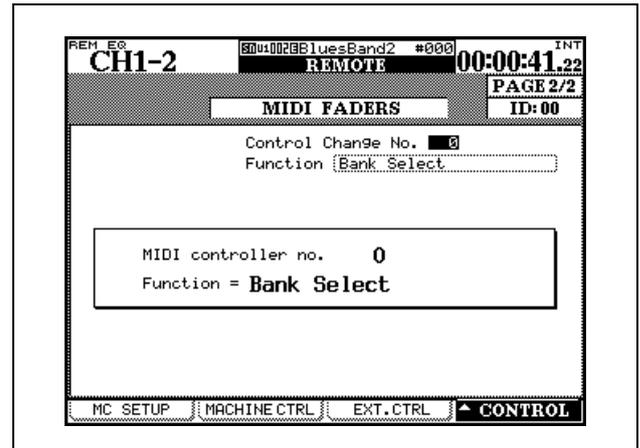

Abb. 8.5: MIDI-Fader einrichten
- 2 Stellen Sie den gewünschten Control-Change-Befehl auf der Registerkarte CONTROL (siehe unten, Abb. 8.5, *MIDI-Fader einrichten*) oder im Feld ID der Registerkarte EXT.CTRL ein.